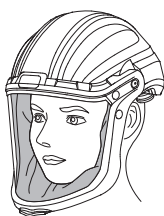

fig.1b
Paso 2: Colóquese el protector facial y ajuste el sello facial, asegúrese de que el sello facial selle completamente alrededor de la cara (Ver fig.1b).